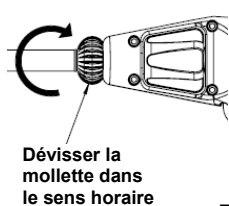
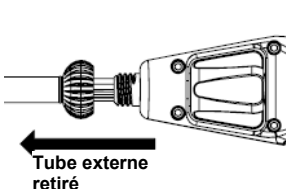

Fig. 5
Fig. 6
2. Retirer le tube externe (Fig. 6) en pressant à fond la gâchette et en dévissant la mollette dans le sens horaire (Fig. 5).